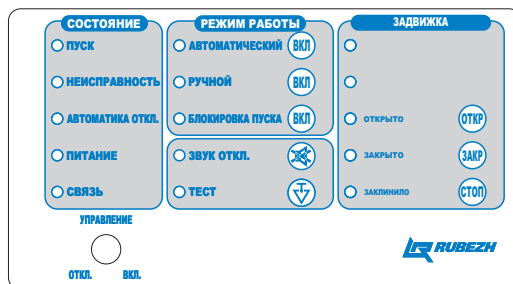

Рисунок 3- Панель управления ШУ
1.5.9 На лицевой стороне ШУ расположены индикаторы и органы управления с защитой от несанкционированного доступа. Все индикаторы и органы управления разделены на три группы **СОСТОЯНИЕ**, **РЕЖИМ РАБОТЫ** и **ЗАДВИЖКА** (Рисунок 3).